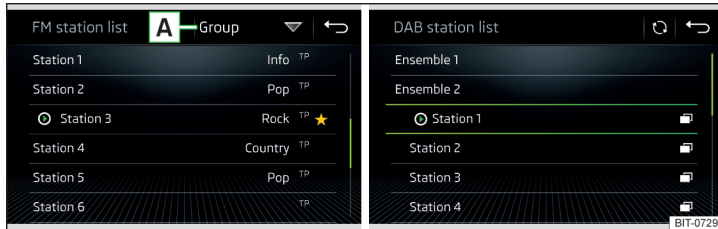

Abb. 179 Beispiel der Liste verfügbarer FM/DAB-Sender
- Zur **Sortierung** (FM) der Sender in alphabetischer Reihenfolge, laut Gruppe oder Genre, die Funktionsfläche **A** » Abb. 179 antippen » **!**.
- Zur **Filterung** der Sender nach dem Programmtyp (bspw. Kultur, Musik, Sport u. Ä.) in der FM-Senderliste (bei eingeschalteter RDS-Funktion) und der DAB-Senderliste (bei gewählter alphabetischer Sortierung der Senderliste) die Funktionsfläche **A** » Abb. 179 antippen.
- Zur **manuellen** Aktualisierung die Funktionsfläche ☰ » Abb. 179 antippen.